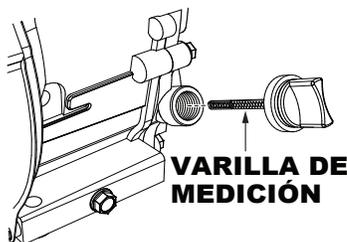

Figura 4. Varilla de medición del nivel de aceite (retirada)
2. Retire la varilla indicadora de nivel del tubo de llenado del agujero del tubo de llenado de aceite del motor (Figura 4) y pase un paño hasta limpiar.